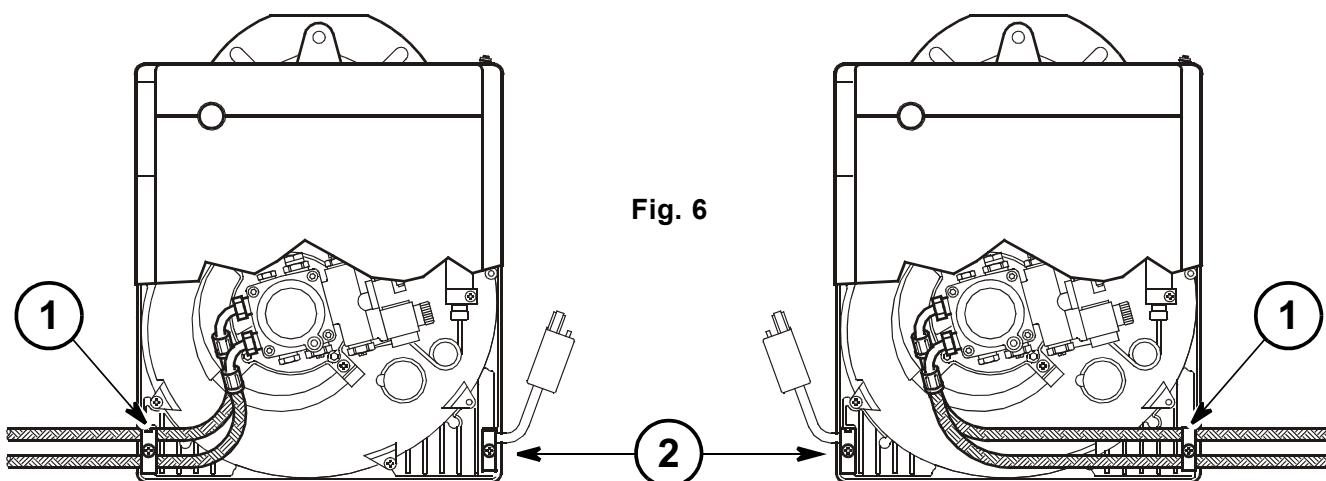

Fig. 6
In de fabriek werd de brander voorzien om de brandstoftoevoerleidingen langs beide zijden te kunnen aansluiten. Afhankelijk van de uitgang van de flexibels - links of rechts - kan het nodig zijn om de plaatsing van het bevestigingsplaatje (1) en de kabeldoorgang (2) om te wisselen, (zie Fig. 6).